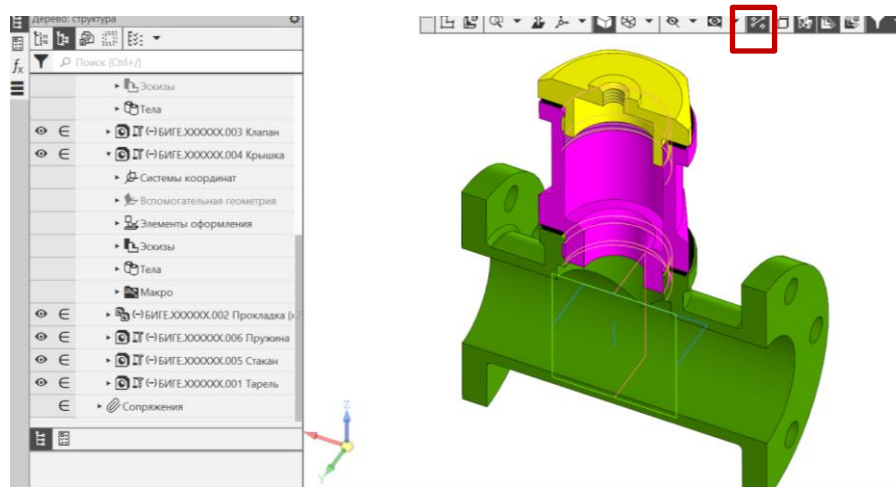

Рис. 23 Отображение сечения модели
- В Дереве модели выделить плоскость ZX (плоскость сечения), на панели быстрого доступа нажать команду «**Отображать сечения модели**». Модель будет рассечена указанной плоскостью (рис. 23).